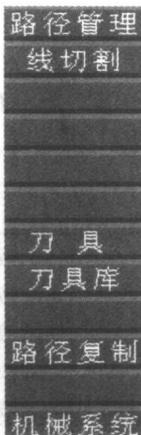

图 1-4
- (5) 提示区询问全部模型吗？单击【是】确认。单击【否】则会要求选取图素。
- (6) 此时系统默认的机械系统名称显示在提示区旁边，也可以输入其他名称。
- (7) 单击鼠标离开之后便进入 NC 加工，菜单中增加了【路径管理】。刀具路径的设定方式与前面相同，如图 1-4 所示。